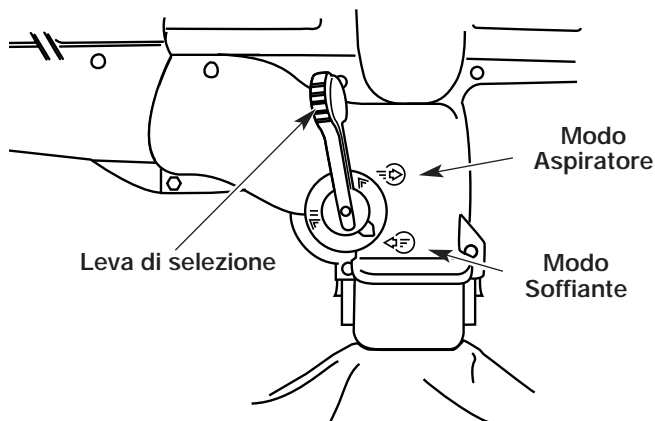

Fig. 14
2. Mettere la leva di selezione soffiante/aspiratore in posizione elevata (modo Soffiante) (Fig. 14).